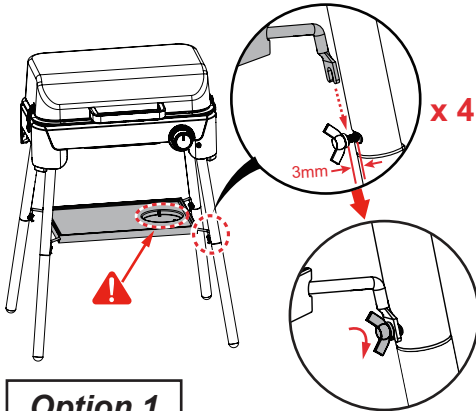

Fig. 2c
2. Insérer les pieds plastiques dans les tubes supérieurs. (Fig. 2c)